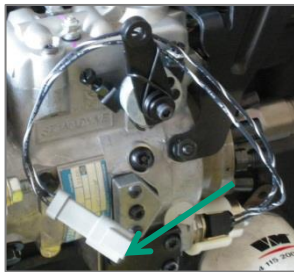

Abb. 11
- 4.3 Wichtig: Trennen Sie den KSB-Stecker! (siehe Abb.11)